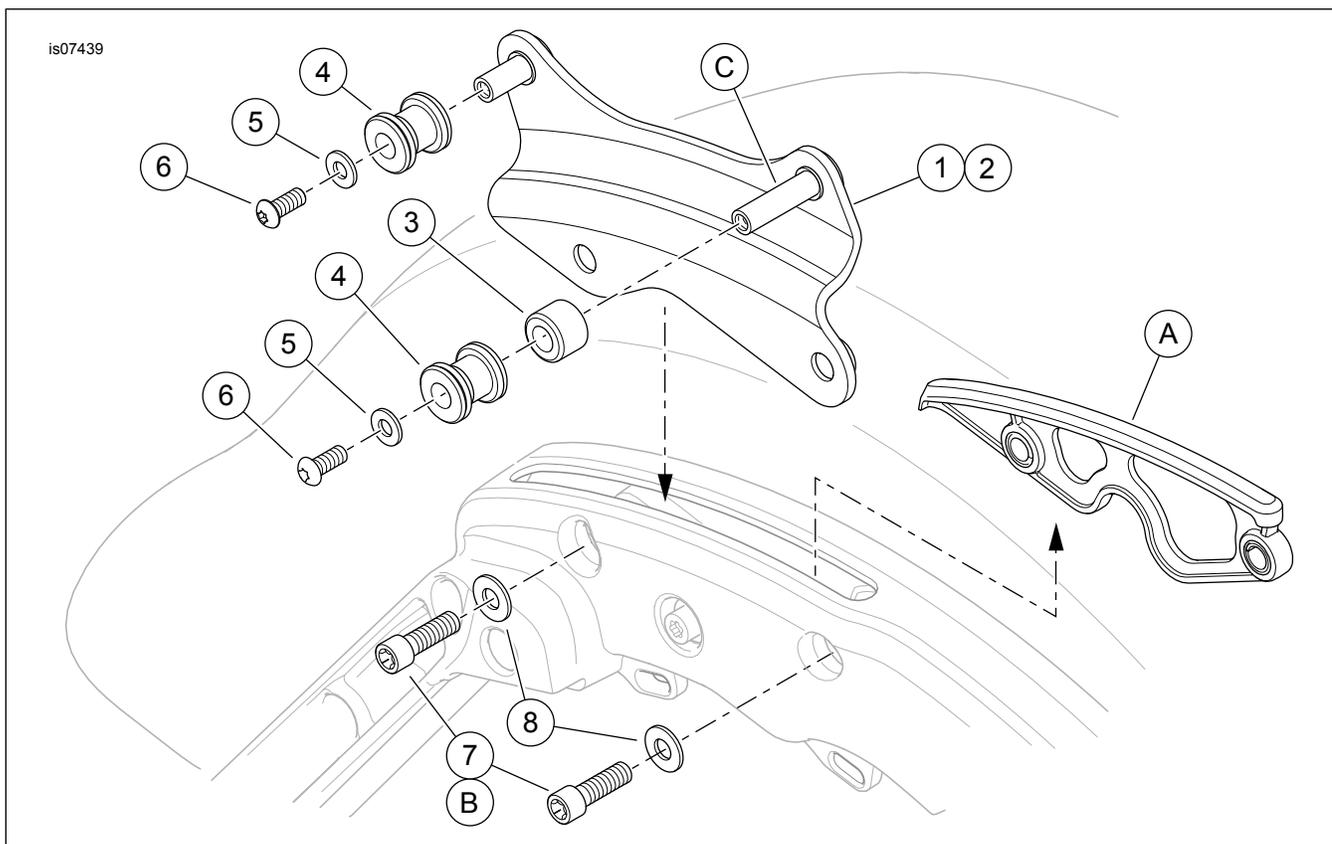

Figure 2. Pièces de rechange, kit de visserie d'ancrage amovible à quatre galets
Voir Figure 2 et Tableau 1.
2. Voir Figure 2. Retirer deux vis (B) du support de sacoche de chaque côté. Soulever les pièces insérées (A) des logements des supports.
6. Voir Figure 2. Glisser une entretoise (3) sur la goupille longue (C) de chaque plaque d'ancrage. Glisser un galet d'ancrage (4), l'extrémité du chanfrein en premier, sur chaque goupille de plaque d'ancrage. Installer une rondelle chromée (5) sur chacune des **petites** vis (6) du kit. Enduire de 2 ou 3 gouttes de Loctite 243 (bleu) les filets de chaque vis.